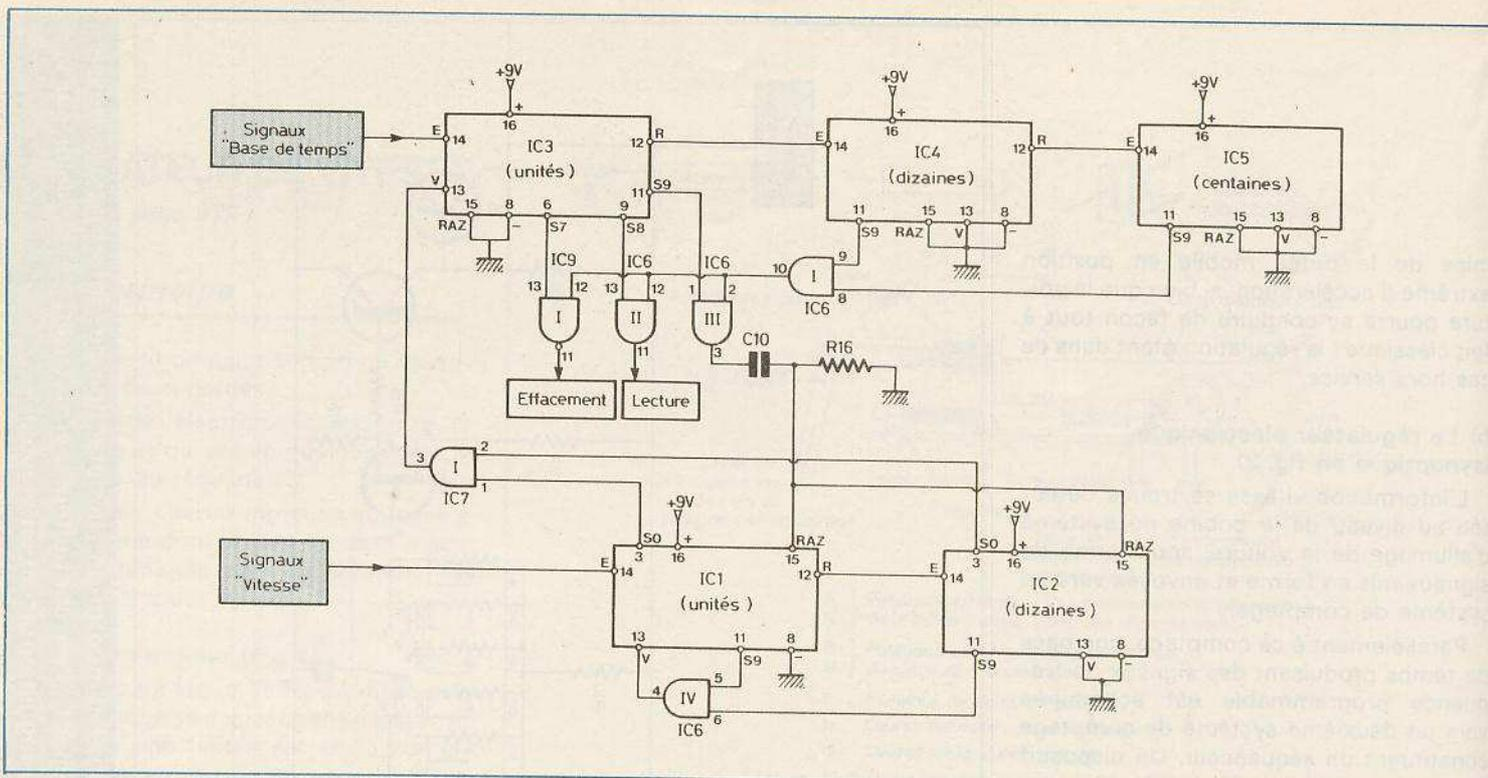

Fig. 4. – Schéma de principe partiel de la section, « comptages » faisant essentiellement appel à des circuits intégrés CD 4017.
Nous donnons, figure 4, le plan de perçage vu de l'intérieur pour le traçage : la LED rouge « Top » est à gauche, la verte « Défilement » à droite.
Dans le coffret plastique pratiquer une échancrure pour le passage du câble méplat et sur le même flanc un trou Ø 10 mm pour le potentiomètre bobiné P₁ (fig. 4).
Fig. 4. et 5. – Le coffret Teko P / 3 subira le plan de perçage ci-dessus. Pour éviter toute ambiguïté, nous donnons la disposition intérieure et le câblage des éléments à l'intérieur du coffret.
e) Comptages (fig. 4)